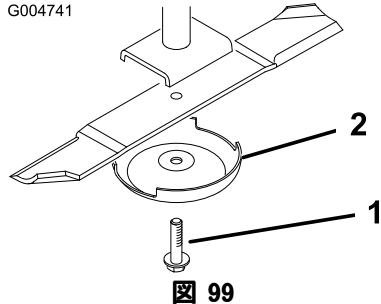

図 99
2. ぼろきれや厚いパッドの入った手袋を使ってブレードの端部をしっかりと握る。スピンドルのシャフトからブレードボルト、芝削り防止カップ、ブレードを取り外す (図 99)。